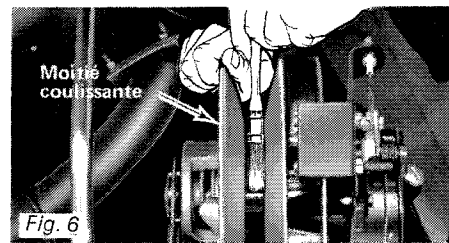

Fig. 6
3. Appliquez une légère couche de lubrifiant Ski-Doo* pour poulies sur l'axe. (Voir Fig. 6).